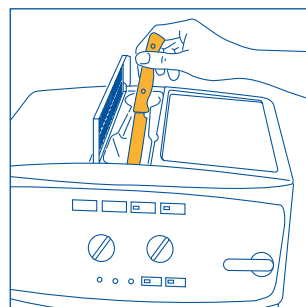

Abb. 20
**HINWEIS 5:** Falls beim Einfüllen von mehr als einem Messlöffel Kaffeepulver der Einfüllschacht verstopfen sollte, das Kaffeepulver mit einem Messer nach unten schieben (Abb. 20), dann die Brüheinheit entnehmen und zusammen mit der Kaffeemaschine wie im Abschnitt 10.2 „Reinigung der Brüheinheit“ reinigen.